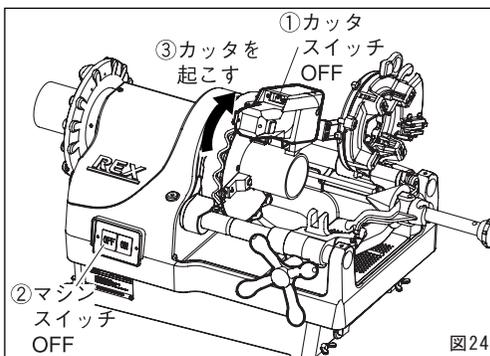

図24
4. 切断終了 (図24)
- ① まずカッタのスイッチをOFFにしてから、マシンのスイッチをOFFにします。
- ② 刃物とパイプの回転が停止したのを確認してから、カッタを起こしてください。